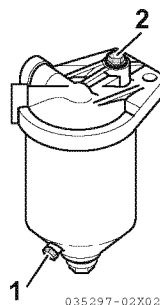

Figura 3
2. Afloje el tapón de drenaje (**Figura 3, (1)**) del separador de agua y vacíe toda el agua o suciedad acumulada en su interior. Deseche apropiadamente el agua y la suciedad recogidas.
3. Después del vaciado, apriete el tornillo de purga de aire (**Figura 3, (2)**).